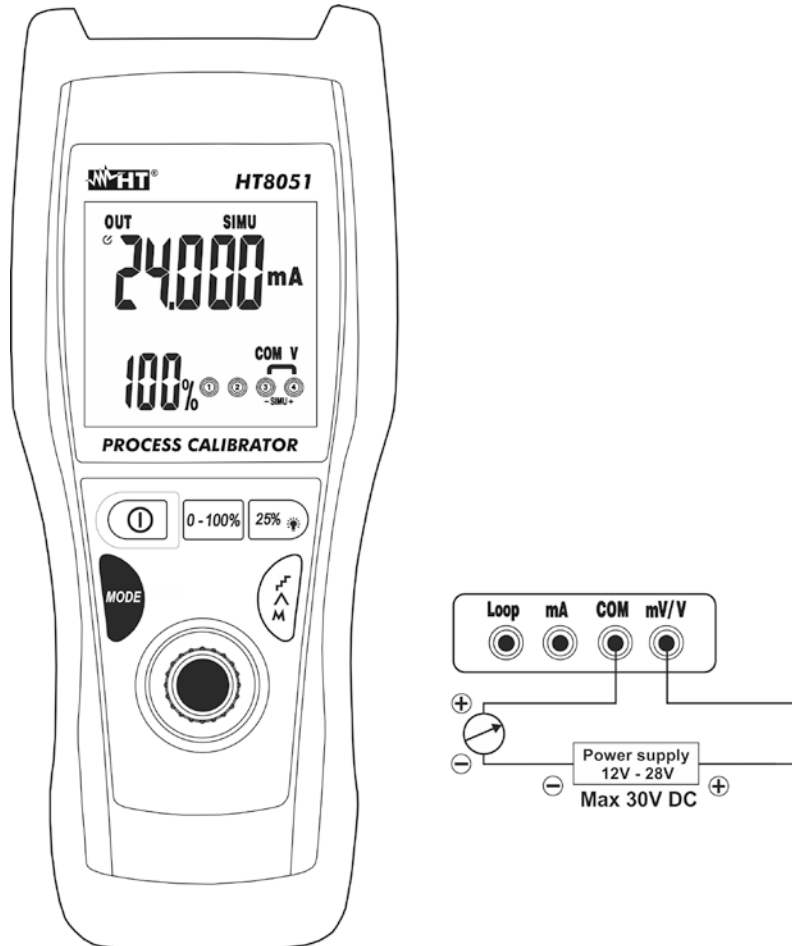

Abb. 8: Simulation eines Wandlers
5. Verbinden Sie die grüne Messleitung mit dem positivem Potenzial der externen Quelle und die schwarze Messleitung mit dem positivem Potenzial des externen Messgerätes (z.B.: Multimeter – siehe Abb.8)
6. Zur Erzeugung des negativen Stromwerts tauschen Sie die Messleitungen in die umgekehrte Richtung in Bezug auf die Verbindung in Abb. 8.